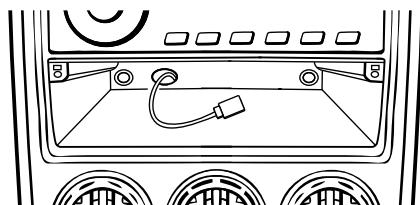

Рис. 4.27
**3.** Выведите кабель через отверстие, рис. 4.27.